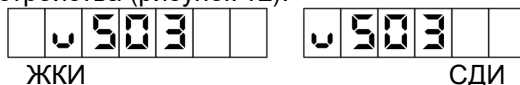

Рисунок 12
7.10 Для вывода на табло версии программного обеспечения устройства необходимо одновременно нажать кнопки "Пуск" и "Стоп", после отображения суммарного счетчика отпустить кнопку "Пуск". Через 2 секунды на табло отобразится версия программного обеспечения устройства (рисунок 12).